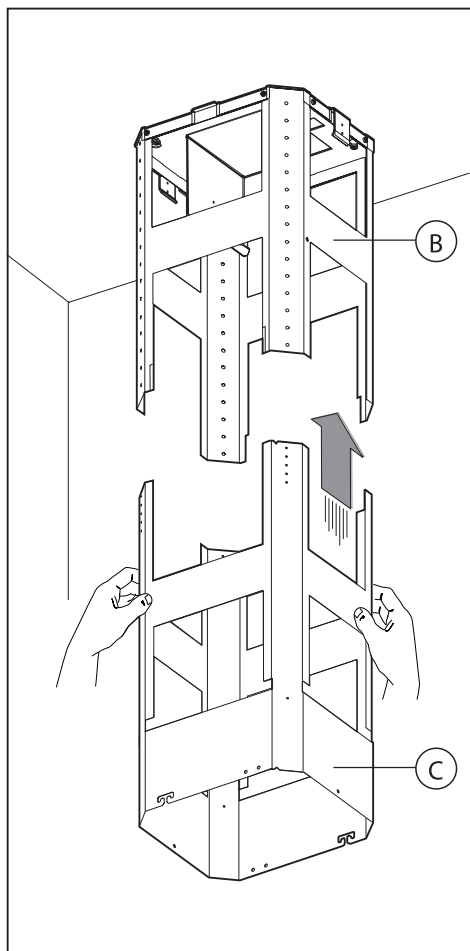
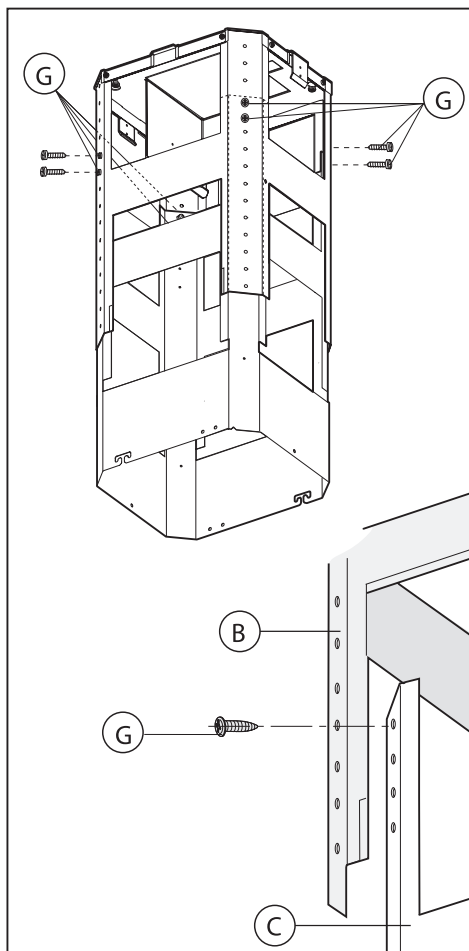

Fig.5 / 5. attēls
Fig.6 / 6. attēls
- Tag den nederste del af den teleskopisk formede struktur **C** og indfør den i den øverste del **B** (Fig.5). Indstil den ønskede højde ifølge de angivne tal i (Fig.15) og fastgør den ved hjælp af de 8 medfølgende skruer **G** (Fig.6).